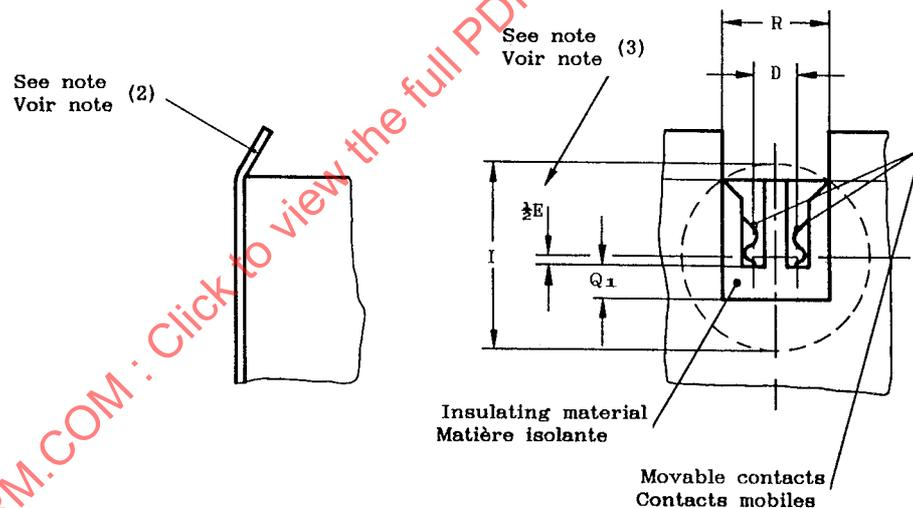

Fig 2 CONTACT ASSEMBLY WITH PARALLEL SLIDE-IN GROOVES
- (1) Entire base pin length provided for, in case base dimension J equals zero
- (2) Lead-in angle or radius recommended
- (3) For design purposes, dimension $\frac{1}{2}E$ provides minimum length grooves below the horizontal centre line
- (4) Dimension B **max** controls positioning of the contacts so that there is sufficient contact length available to engage the shortest base pins B **min** is determined in relation to the clearance for live parts test
- (5) Dimensions D, $\frac{1}{2}E$ and L of Figure 2 are referenced to the horizontal centre line
- (1) Prévue pour toute la longueur de la broche du culot dans le cas où la dimension J du culot est nulle
- (2) Il est recommandé de prévoir un angle ou un rayon de guidage
- (3) Pour la construction, la dimension $\frac{1}{2}E$ correspond aux rainures de profondeur minimale au-dessous de l'axe horizontal
- (4) La dimension B **max** détermine la position des contacts assurant une longueur de contact suffisante pour la broche la plus courte du culot. La dimension B **min** est déterminée par la distance dans l'air à vérifier pour les parties sous tension
- (5) Les dimensions D, $\frac{1}{2}E$ et L de la figure 2 sont mesurées par rapport à l'axe horizontal